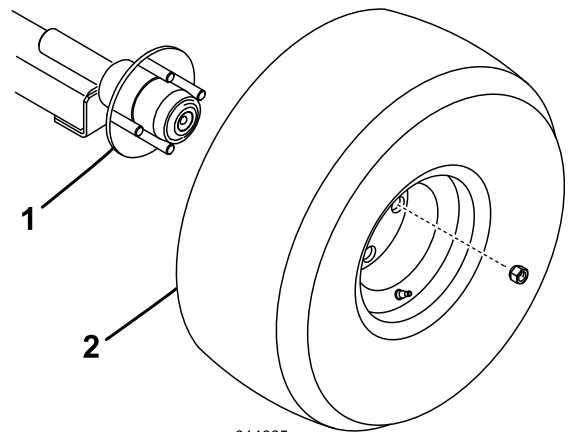

図 4
1. 各アクスルハブに4つのラグナットを使ってホイールアセンブリを取り付ける 図4。